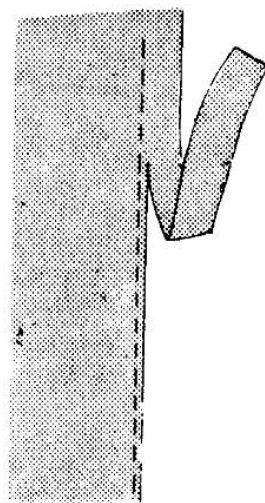

Рис. 160
3. Используя ножницы длиной 12 см, срежьте излишки ткани почти вплотную к шву (рис. 160).